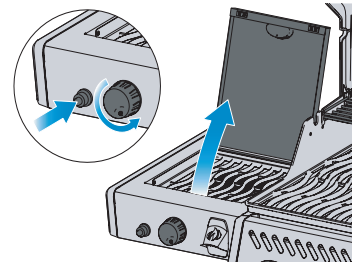

Fig. 3
4. Jeśli palnik nie zapala się - przekręć pokrętło palnika zgodnie z ruchem wskazówek zegara do pozycji OFF. Poczekaj 5 minut. Powtórzyć kroki 2 i 3. (Rys. 3)
3. Jednocześnie obracać odpowiednim pokrętłem palnika do góry. (Rys. 3)